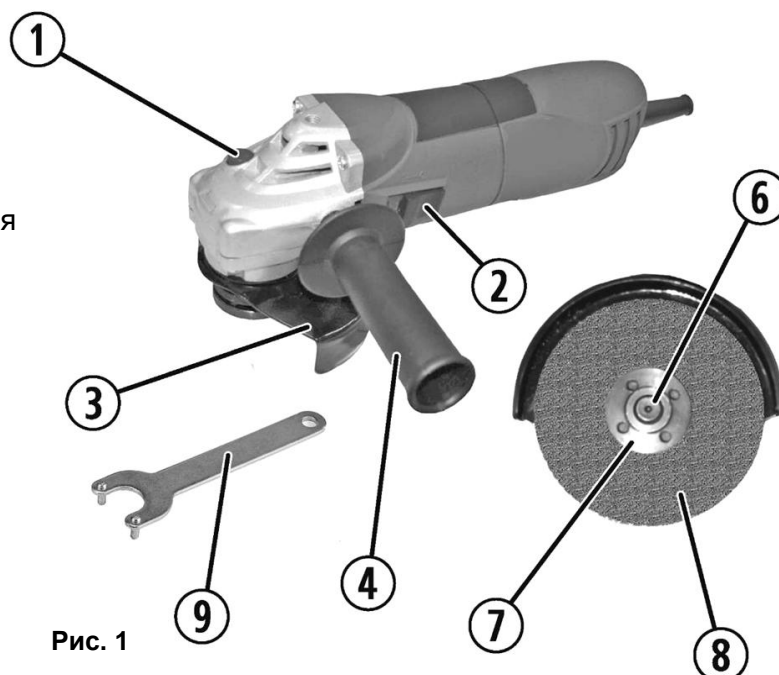

Рис. 1
- Удерживая нажатой кнопку фиксации шпинделя (1)(См. Рис.1), установите внутренний фланец (5) на шпindel (6)(См. Рис.2).
- Установите новый, исправный отрезной или шлифовальный круг (8).
- Отпустите фиксатор шпинделя (1)(См. Рис.1) .
- Удерживая нажатой кнопку фиксации шпинделя (1)(См. Рис.1), отверните наружную фланцевую гайку (7)(См. Рис.2), идущим в комплекте фланцевым ключом (9)(См. Рис.1).
- Для включения инструмента - нажмите на клавишу пускового выключателя (2) (См. Рис.1) и потяните ее вперед. Переведите ее в положение «ВКЛ» (ON).
- Для выключения инструмента - отпустите клавишу пускового выключателя (2) (См. Рис.1), верните ее назад. Переведите ее в положение «ВЫКЛ» (OFF).